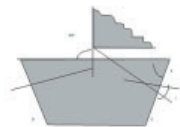

Figure 4
- Lorsque le rayon lumineux tombe sur la surface AB sous un angle quelconque (fig. 4), son angle de réfraction est toujours supérieur à  $i$ . Si on observe le faisceau émergent à travers le télescope, le champ de vision semble divisé en deux moitiés, une sombre et une claire. Si on place la ligne délimitant les deux moitiés en plein centre, on trouve la position de l'angle critique. ABCD est le prisme réfractaire dont l'indice de réfraction est  $n_2$ . Sur la surface AB est placé l'échantillon à mesurer (liquide ou solide transparent) dont l'indice de réfraction est  $n_1$ .